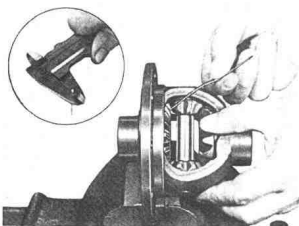
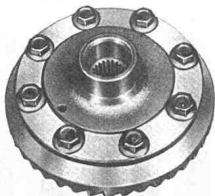

图 13-19
图 13-20
(5) 在装入行星齿轮轴后（注意：行星齿轮轴上销孔应与差速器壳上的销孔对齐），用手拨动半轴齿轮或行星齿轮几圈，应转动灵活、无卡滞现象。否则应重复（3）、（4）、（5）步。
(6) 用熔断丝或铅丝等软金属丝，将其放入半轴齿轮与行星齿轮啮合处，并转动半轴齿轮或行星齿轮，将其压扁，见图 13-19，测出压扁处的厚度应在 0.10~0.20mm 之间（此厚度即为半轴齿轮与行星齿轮的齿侧间隙），若超过范围则将其拆卸后重新选取适当厚度的半轴齿轮调整垫片，重复（3）~（6）步，进行调整直至合格。
(7) 调整合格后，在差速器壳上的定位销孔中打入弹性销定位。
(8) 将从动齿轮安装到差速器壳上，从动齿轮背面与差速器壳相应端面应贴平，不能歪斜。
(9) 在从动齿轮连接螺栓螺头涂适量的螺纹锁固胶（如乐泰 242 等），旋入从动齿轮螺纹孔中，并用 65~70N·m 的拧紧力矩将其拧紧，见图 13-20。